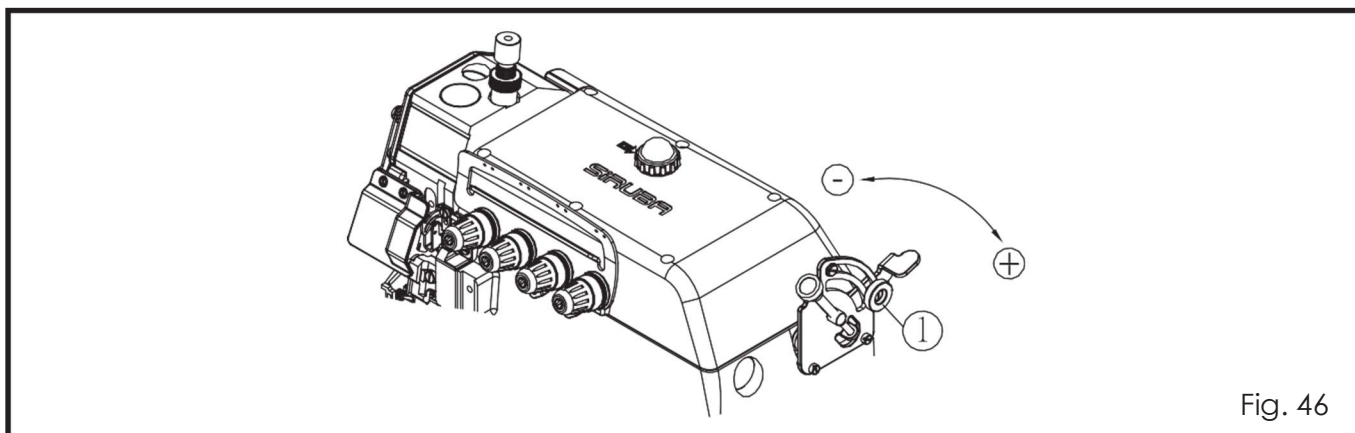

Fig. 46
1. Solte o botão de ajuste ①, o curso será mais largo quando girar o botão no sentido horário. O lado oposto é para abaixar o curso. (Fig.46)